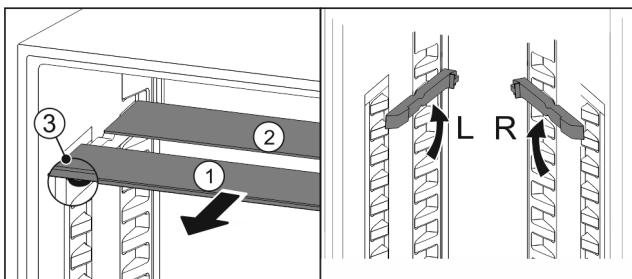

Fig. 24
- По одной извлеките Fig. 24 (1) стеклянные панели движением вперед.
- Стеклянная панель Fig. 24 (1) с декоративной планкой лежит спереди.
- Стопоры Fig. 24 (3) показывают вниз.